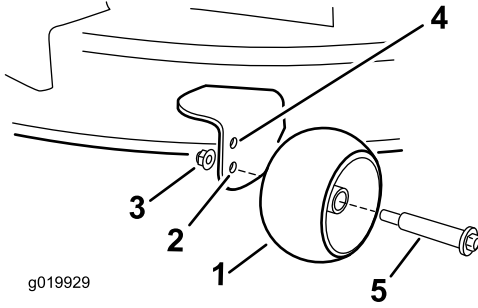

Figura 18
posición de altura de corte de 63 mm o menos (**Figura 18**).
- Taladro inferior—utilice esta posición cuando la carcasa de corte está en la posición de altura de corte de 76 mm o más (**Figura 18**).